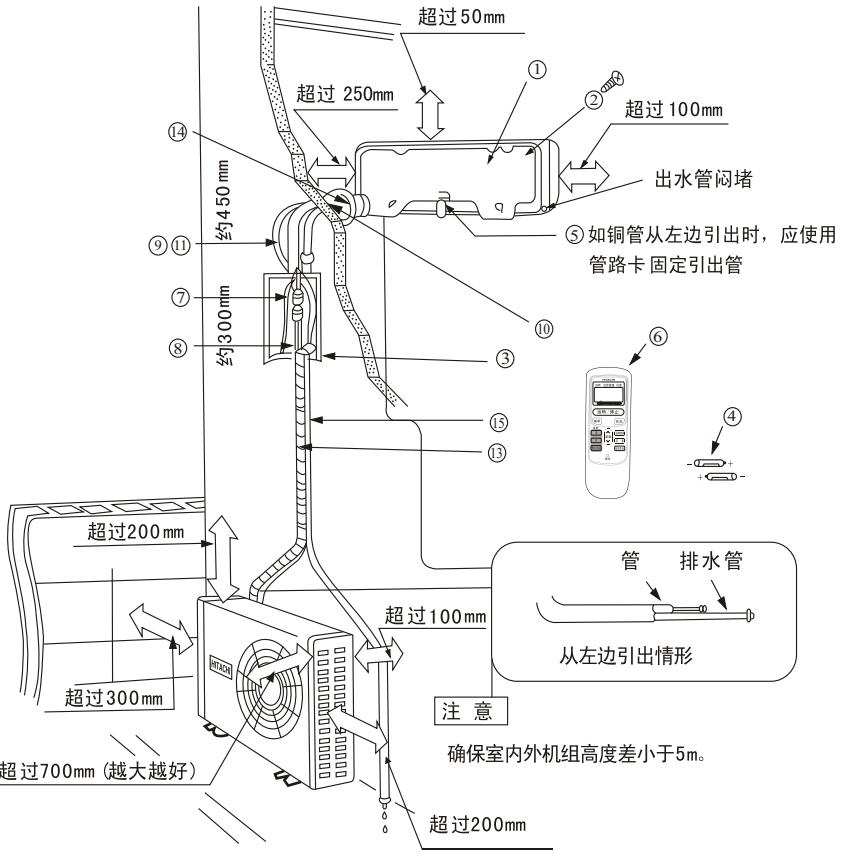

图1
(1) 为了便于修理,室内机组旁边应如图1般保留空间。
(1) 室外机组的安装必须保留大于如图1所示距离,并尽可能远离障碍物,避免障碍物妨碍通风系统。
(2) 尽量安装于房屋的东或北方。如装于南或西方是无可避免时,应有遮盖物遮盖。
(3) 最好不要安装在污秽或雨淋的地方。
(4) 尽量靠近室内机组安装。
- 示图1是管道后出连接安装成形。
- 根据总装示图1结合对应附件按要求牢固安装。